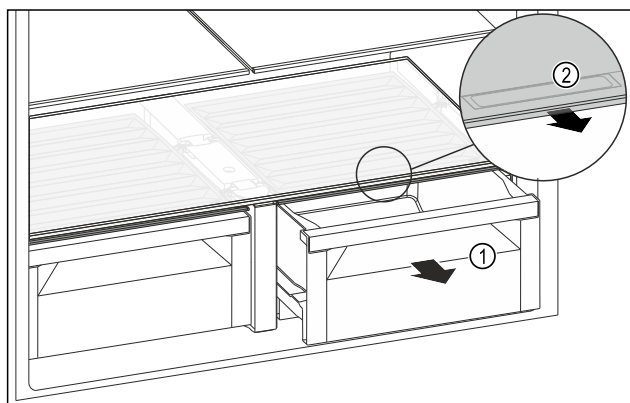

Fig. 104
- ▶ Wyciągnąć szufladę Fig. 104 (1).
- ▶ Chwycić uchwyt wpuszczany Fig. 104 (2) na pokrywie komory i pociągnąć pokrywę jednocześnie do przodu.